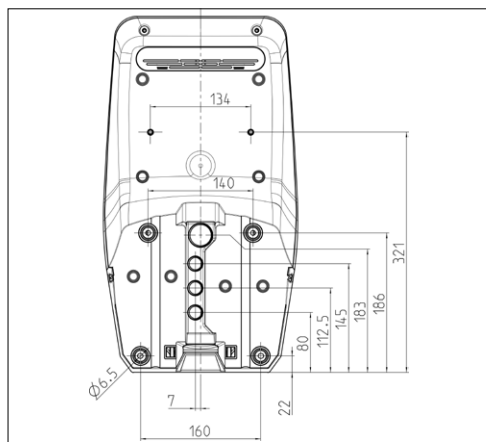

Fig.: 10. Cotes de perçage [mm]
- ▶ Dessiner les trous de fixation à l'aide du gabarit de perçage fourni ou de la figure « Fig.: 10. Cotes de perçage ».